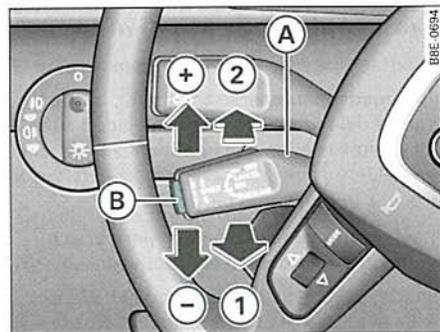

Fig. 142 Mandos del regulador de velocidad
- Tire de la palanca (A) hacia la posición ⇒ fig. 142 (1) para activar el sistema.
- Presione brevemente la tecla (B).
- Desplace la palanca (A) hacia arriba, en dirección a ⇒ fig. 142 (+).
- Desplace la palanca (A) hacia arriba, en dirección a ⇒ fig. 142 (-).
Cada vez que pulse brevemente la palanca (A) hacia arriba, en dirección a ⇒ fig. 142 (+), la velocidad programada aumentará en unos 2 km/h.
Cada vez que pulse brevemente la palanca (A) hacia abajo, en dirección ⇒ fig. 142 (-), la velocidad programada disminuirá en unos 2 km/h. ■
Si al desconectar provisionalmente el dispositivo no había ninguna velocidad programada, se podrá programar, como sigue, una nueva velocidad: Conduzca a la velocidad deseada y pulse entonces brevemente la tecla ⇒ página 144, fig. 142 (B) (SET).
- Desplace la palanca A ⇒ página 144, fig. 142 a la posición (2) (encastrada).